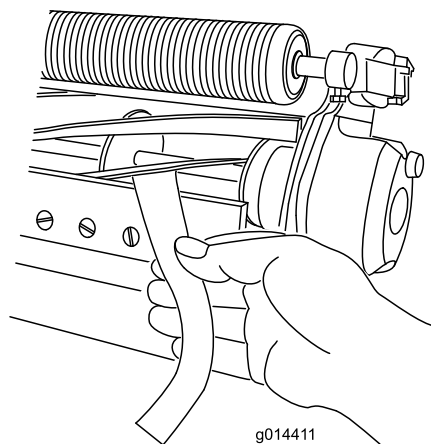

Figura 5
3. Numa das extremidades do cilindro, introduza uma longa tira de jornal entre o cilindro e a lâmina de corte (Figura 5). Enquanto roda ligeiramente o cilindro para a frente, rode o parafuso de ajuste da barra de apoio no sentido dos ponteiros do relógio, na mesma extremidade do cilindro, uma posição de cada vez, até que o papel esteja ligeiramente apertado, quando inserido pela parte dianteira, paralela à lâmina de corte. Quando puxa o papel, deve sentir uma ligeira pressão.
5. Depois de ajustar, verifique se o cilindro aperta o papel quando este for inserido pela frente e se corta o papel quando este for inserido num ângulo reto, relativamente à lâmina de corte (Figura 5).